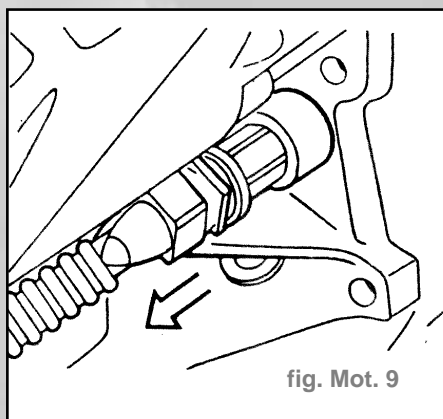

fig. Mot. 9
- Débrancher le collecteur du transmetteur de régime (fig. Mot. 9).